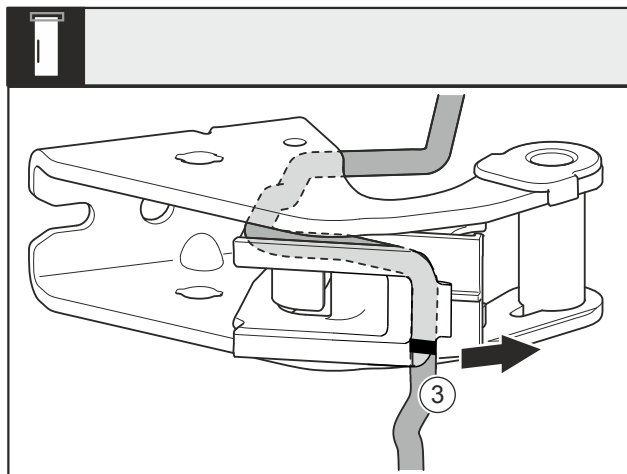

Fig. 17
- Odmontujte kabel s držákem kabelu Fig. 17 (3) ze stojanu ložiska.